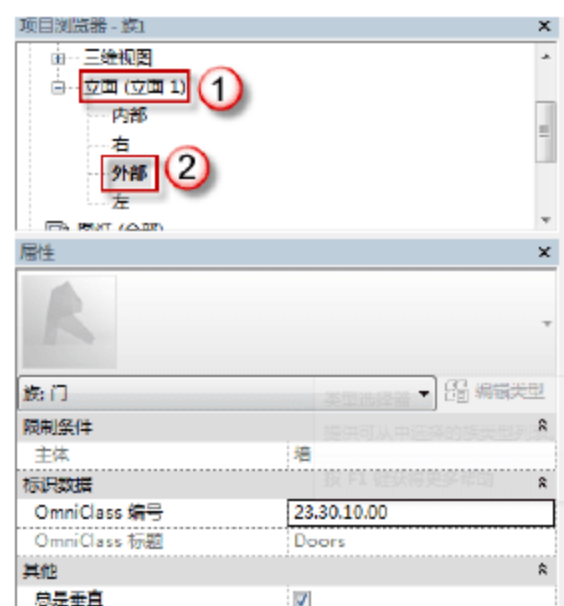

图 6.2.7 FM1534 乙的外部立面视图
(6) 选择“项目浏览器”中的“立面(立面1)”→“外部”选项，可以进入 FM1534 乙的外部立面视图，如图 6.2.7 所示。